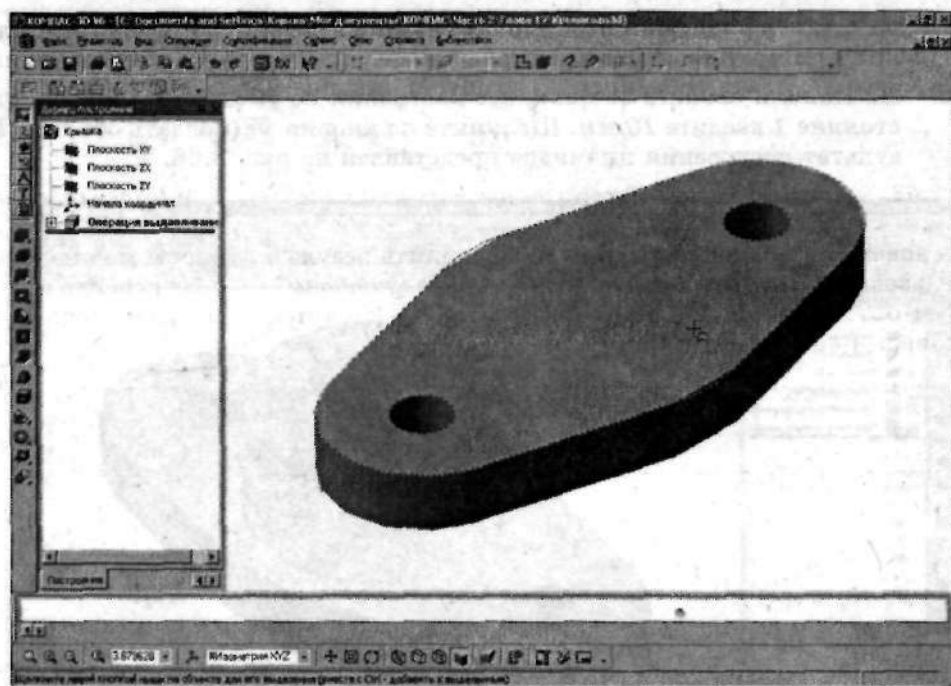

Рис. 2.64. Выделите плоскость, в которой будет создан эскиз.
1. Выделите верхнюю грань основания (рис. 2.64) и щелкните по кнопке  (Эскиз), расположенной на панели инструментов **Главная**.